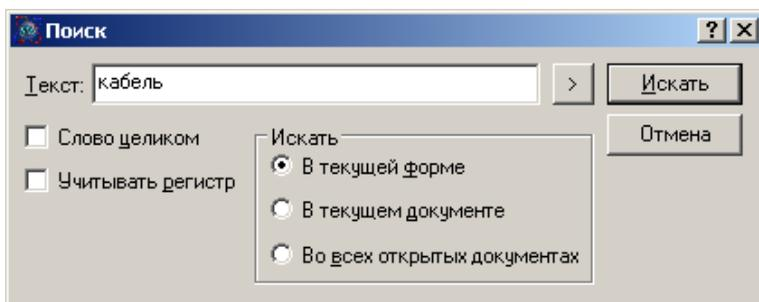

Рис. 6.4 Диалоговое окно «Поиск».
- ❑ Команда **Поиск** на вкладке **Инструменты** или комбинация клавиш <Ctrl>+<F> открывают диалоговое окно «Поиск» (Рис. 6.4);